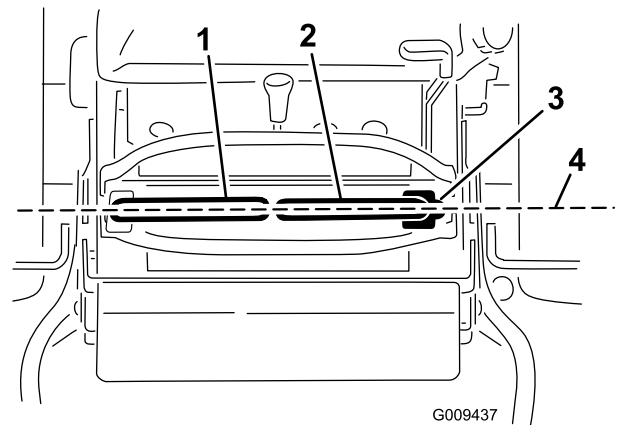

Figure 70
Important: Vérifiez que la correction directionnelle de la machine est correcte après avoir réglé les leviers de commande de déplacement. La procédure est identique pour régler la correction directionnelle et aligner les leviers de commande de déplacement longitudinalement (Figure 70).
1. Une fois l'alignement horizontal effectué, vérifiez l'alignement avant/arrière (Figure 70).